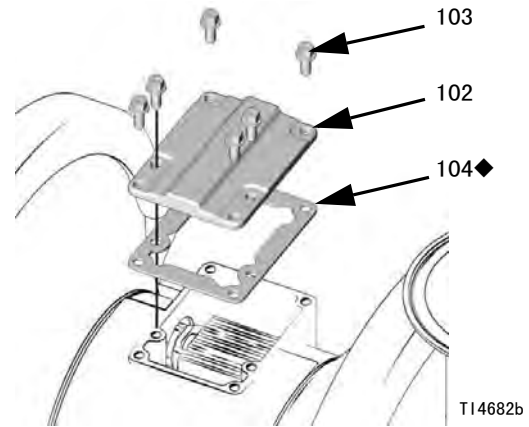

图 12
9. 将阀密封垫 (104) 和阀盖 (102) 与中心机壳 (101) 的六个孔对准。用梅花头 (T20) 螺丝刀或 7 毫米 (9/32 英寸) 套筒扳手将其用六个螺丝 (103) 固定。用 50-60 磅英寸 (5.7-6.8 牛·米) 的扭力拧紧。参见 图 12。